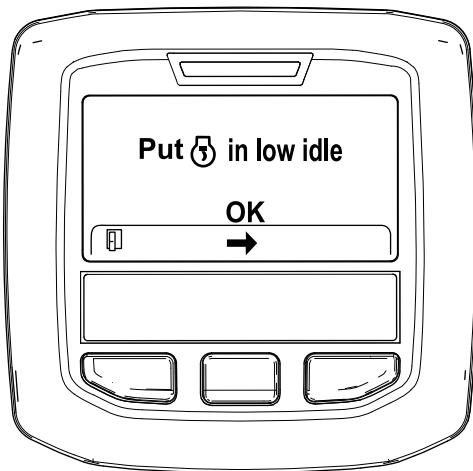

Bild 53
6. Stellen Sie die Gasbedienung in die NIEDRIGE LEERLAUF-Stellung und drücken Sie die mittlere Taste (Bild 53).